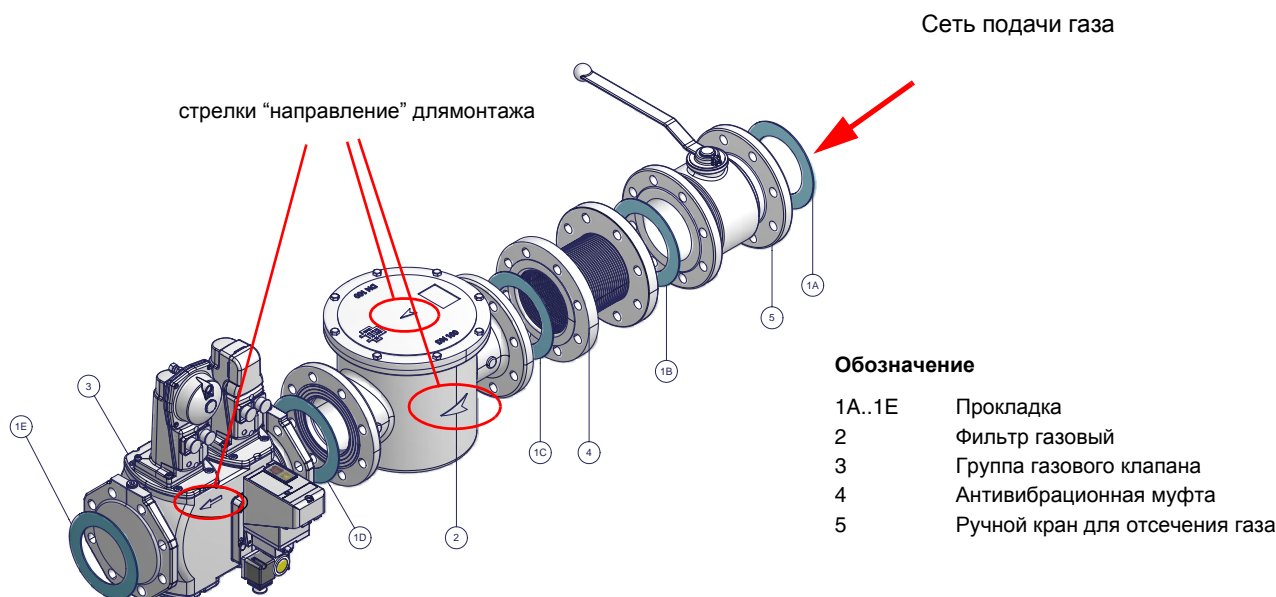

Рис. 5 - Пример газовой рампы
- 1 - б) при фланцевых соединениях: между соседними компонентами устанавливать прокладку (1А..1Е - Рис. 5), совместимую с используемым газом,
ВНИМАНИЕ: после монтажа газовой рампы согласно схеме на Рис. 5, необходимо провести тестирование на герметичность газового контура, согласно требований действующих нормативов.